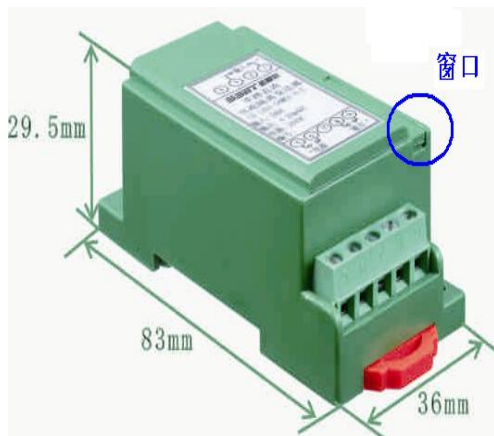
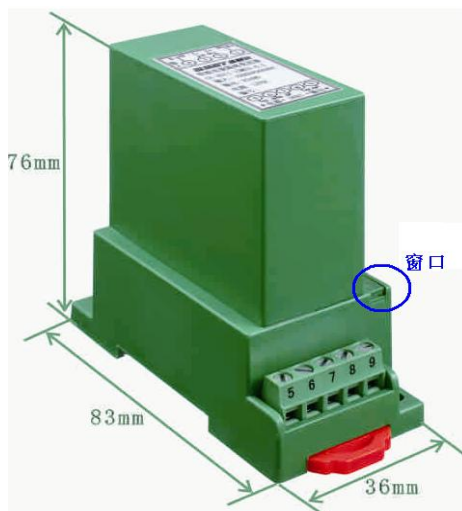
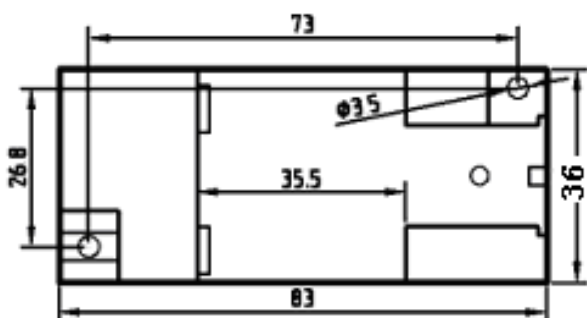
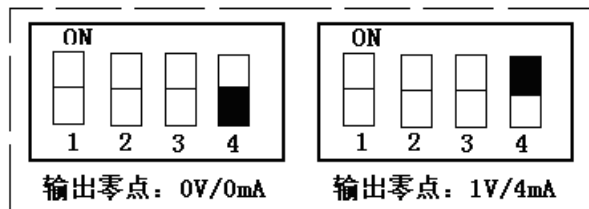

图1 +11~+28V 辅助电源 (S1) 产品外形图
图2 220V 辅助电源 (S3) 产品外形图
图6 安装尺寸图
图7 输出零点设置
7.1 如图1(图2)，打开产品外壳上的设置窗口，内部有一个四位拨码开关，第4位设置输出零点为0V(0mA)或1V(4mA)，如图7。
- ① 把变送器固定卡槽一侧勾在安装导轨上；
- ② 向下牵动弹簧销(如图2底端的红色弹簧销)；
- ③ 使变送器卡口套在安装导轨上；
- ④ 松开弹簧销，变送器即卡在安装导轨上。
- ① 按图6中的螺孔位置在固定板上攻丝M3螺钉孔；
② 使用 M3 的螺钉拧入螺钉孔中固定。